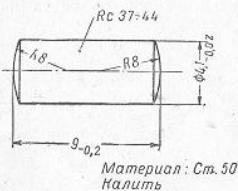
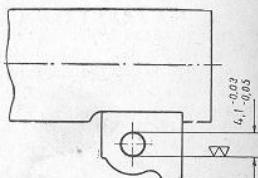

Рис. 35. Ось серьги (повышенная)
Рис. 36. Разворачивание отверстия в стволе
(II) Изготовить повышенную ось серьги (рис. 35), развернуть отверстия в приливе ствола и серьге (рис. 36 и 37) и запрессовать ось в отверстие прилива ствола.